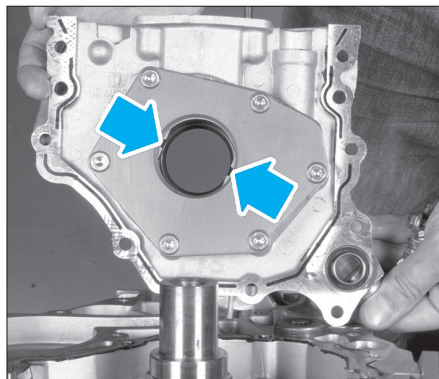

Fig. 17
- Engager la pompe à huile sur le vilebrequin en alignant les deux méplats de la pompe sur ceux du vilebrequin (Fig.17).